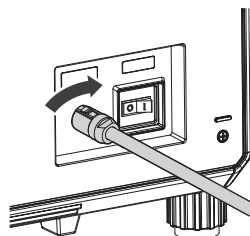

Fig. 2
- 2) Lorsque vous insérez le connecteur du cordon d'alimentation dans le projecteur, tournez-le dans le sens horaire jusqu'au bout. (Fig. 2)